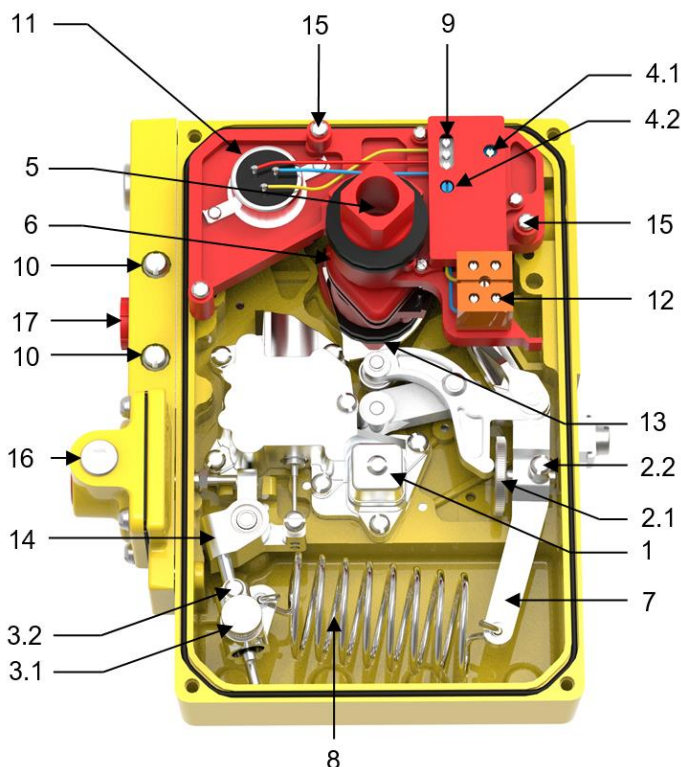

Bild 15
- 6.1.2 Entfernen Sie die Abdeckung des Stellungsreglers und lösen Sie die drei M4-Schrauben, mit denen die rote Grundplatte befestigt ist. Sollte die Klemmenleiste (12, Bild 15) mit einem DIN-Stecker (siehe Bild 5) verbunden sein, ist diese entsprechend abzuklemmen. Entfernen Sie vorsichtig die Kupplung und die komplette Grundplatte als ganze Einheit.
- 6.2.2 Entfernen Sie die Abdeckung des Stellungsreglers und lösen Sie die drei M4-Schrauben, mit denen die rote Grundplatte befestigt ist. Lösen Sie die beiden Drähte an der Klemmenleiste (12, Bild 15) die mit dem DIN-Stecker (siehe Bild 5) verbunden sind. Lockern Sie anschließend die Klemmschraube für die Welle so weit, bis Sie die Kupplung mit der Grundplatte vorsichtig vom Antriebsvierkant abziehen können.
- 6.2.3 Lösen Sie das Potentiometerband aus dem Schlitz in dem unteren Teil der Kupplung (siehe Abbildung 15), ziehen Sie die interne Positionsanzeige von der Kupplung ab und entfernen Sie die Kupplung von der Grundplatte
Schließen Sie die Kabel für die Option Stellungsrückmeldung an der 2-poligen Klemme (12, Bild 15) gemäß den bestimmten Bedingungen an.